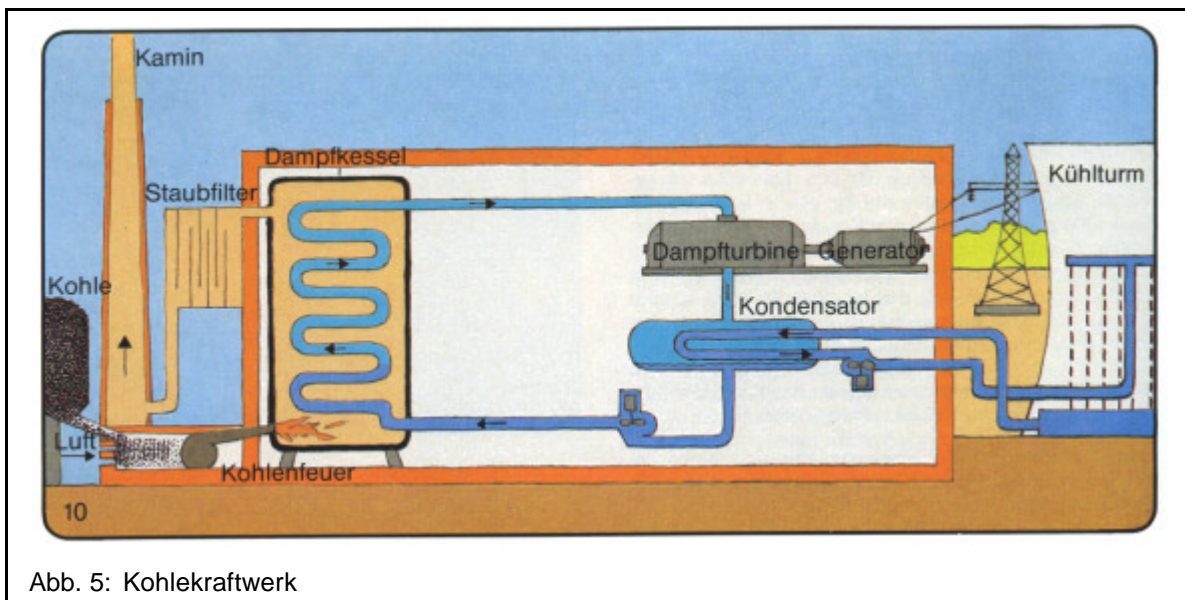

Abb. 5: Kohlekraftwerk
- Beschreibe die Entsprechungen und die Unterschiede des hier aufgebauten „thermischen Kraftwerks“ und des in Abbildung 5 dargestellten Kohlekraftwerks.